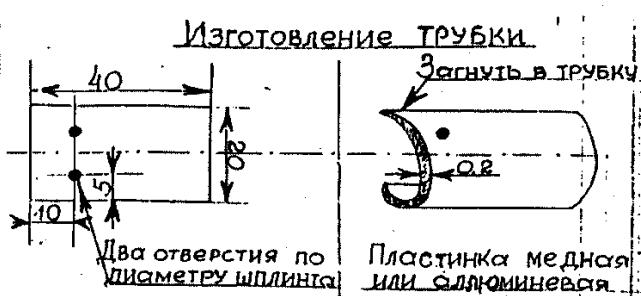

Рис. 1.
1. Взять прямоугольную медную, латунную или алюминиевую пластину и изготовить трубку-насадку на жале паяльника, как это показано на рис. 1.